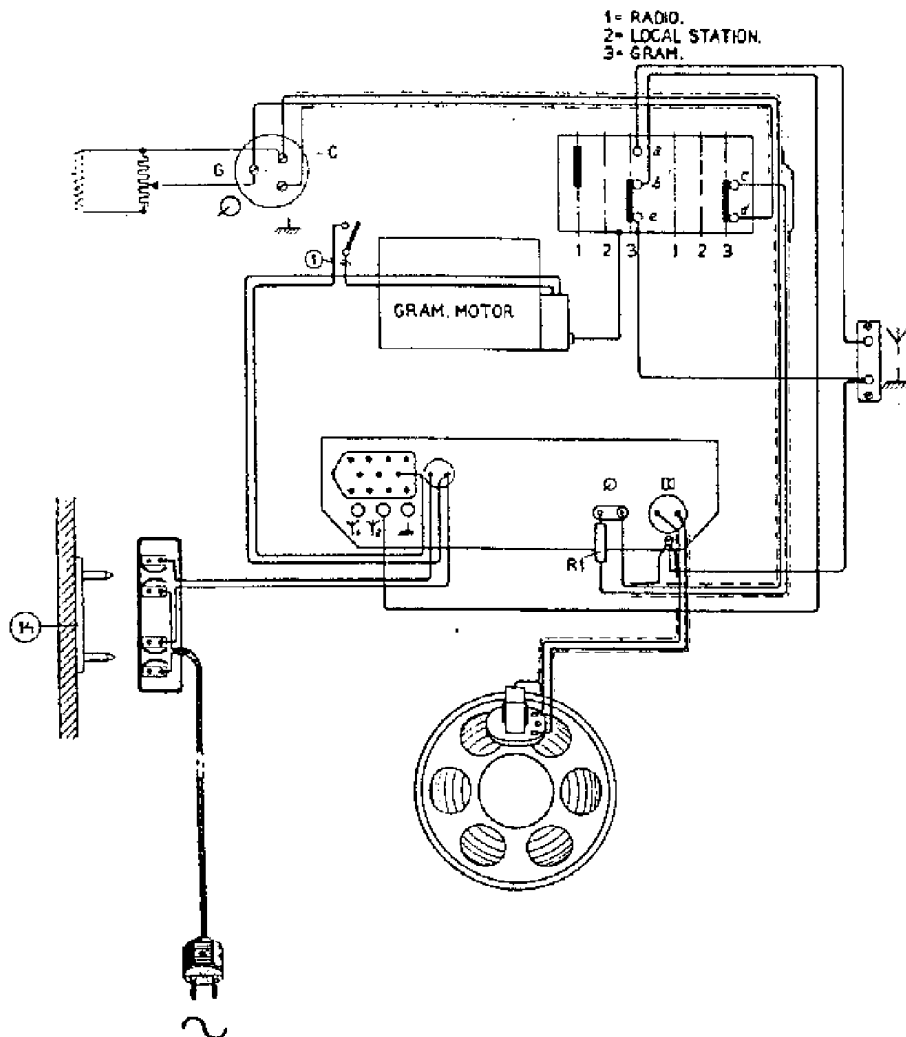

Fig. 1.
Zooals het principieschema (fig. 1) aangeeft, komt het net via den dubbelpoligen veiligheidsschakelaar binnen en voert naar het net-aansluitplaatje van den ontvanger. Eén der voedingsdraden der gramfoonmotor wordt van het omschakelplaatje afgetakt, zoodat hierdoor de ontvanger en de
De veiligheidsschakelaar (fig. 1 en 9 pos. 13 en 14) zorgt ervoor dat na het verwijderen der achterwand geen enkel deel onder spanning staat.